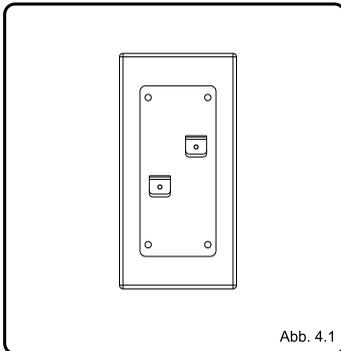

Abb. 4.1
- Stellen Sie die Lautsprecherhalterung an die Rückseite des Lautsprechers; an den zwei Löchern ausrichten (Siehe Abb. 4.1).